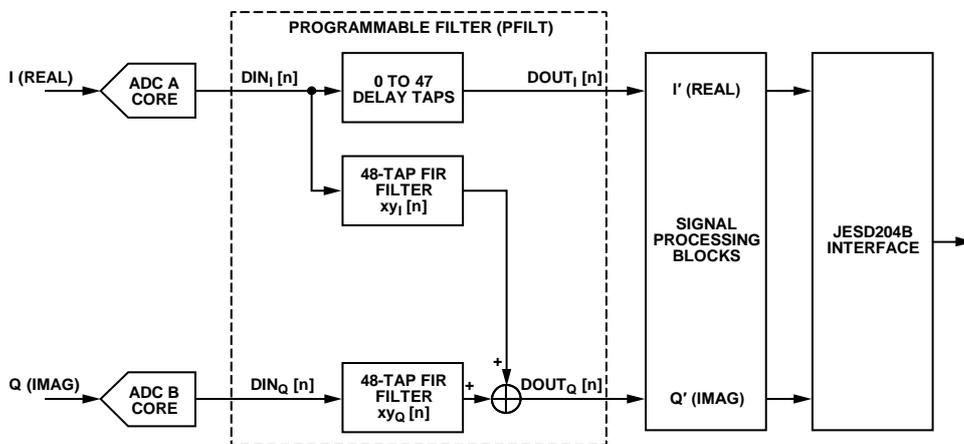

図 107. 48 タップ半複素フィルタ構成
- I/Q チャンネル用の 48 タップ実数フィルタ 2 個を使用した半複素フィルタ (図 107 参照)